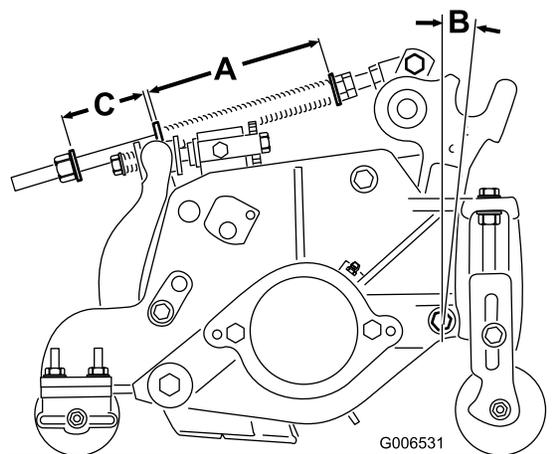

図 20
ターフ補正スプリング(図 20)は、カuttingユニットの前から後ろへの「体重移動」を行います。これにより、ボビングと呼ばれる「波打ったような」仕上がりを防いでいます。
1. スプリングロッド後部のロックナットを締め、すきま(C)を51 mmとする(図 20)。
2. スプリングロッド前部の6角ナットを締め、スプリング（圧縮状態）の長さ（A）が159 mmになるようにする（図 20）。
注 アンジュレーションの大きなターフを刈る時は、ターフ補正スプリングの長さ（A）とすき間（C）を13 mm 大きくします（図 20）。